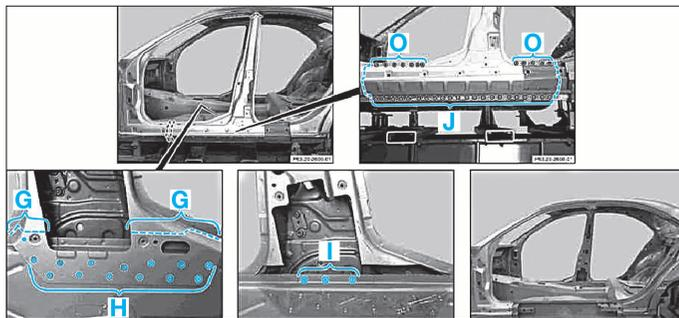

FIG. 60
- le bas de caisse avec son renfort suivant la ligne de coupe (E).
- Fraiser les points de soudure zone (J) et (O) (Fig.60).